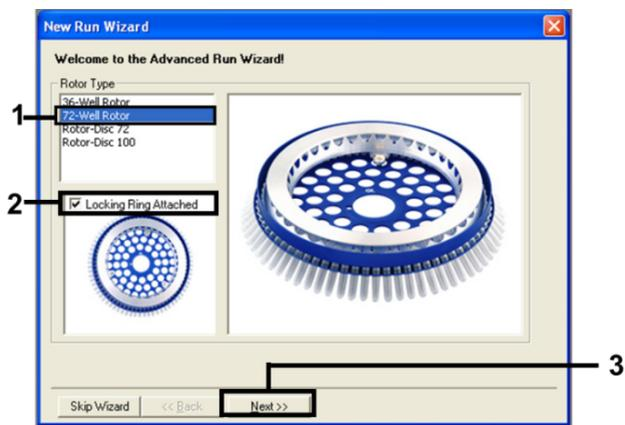

Figura 1. Finestra di dialogo "New Run Wizard" (Procedura guidata nuovo processo).
3. Come tipo di rotore selezionare 72-Well Rotor (Rotore a 72 pozzetti). Confermare che l'anello di bloccaggio è montato selezionando la casella Locking Ring Attached (Anello bloccante applicato). Fare clic su Next (Avanti) (Figura 1).